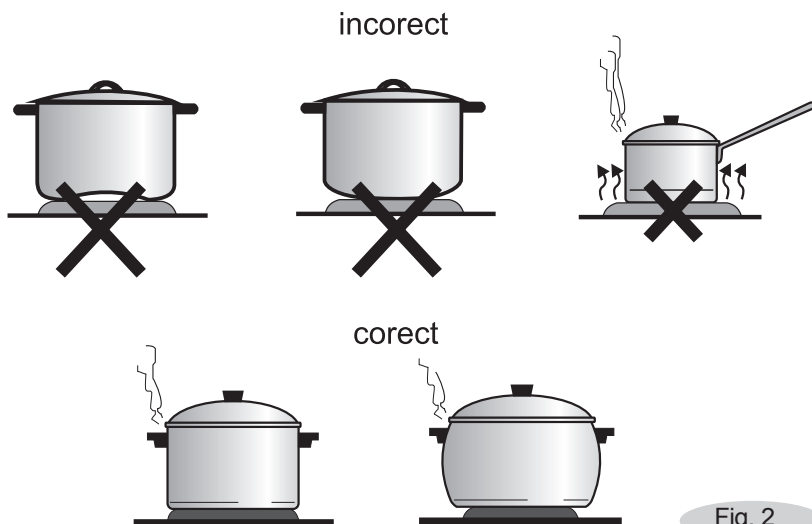

Fig. 2
- **SĂ ȘTIȚI!!** Pentru ca bucatele să se prepare rapid, vasele trebuie să aibă un fund plat, care să adere bine la suprafața ochiului. Diametrul vasului trebuie să fie egal sau ceva mai mare decât diametrul ochiului (fig.2).